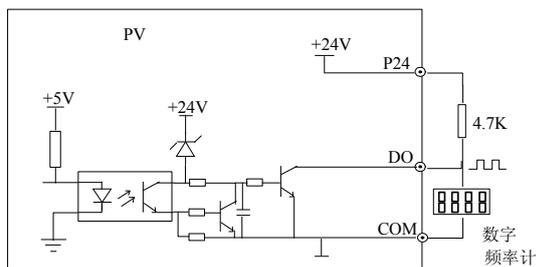

图3-30 输出端子 DO 连接方式 1
③数字脉冲频率输出 DO 可使用变频器内部的 24V 电源，接线方式请参见图 3-30。